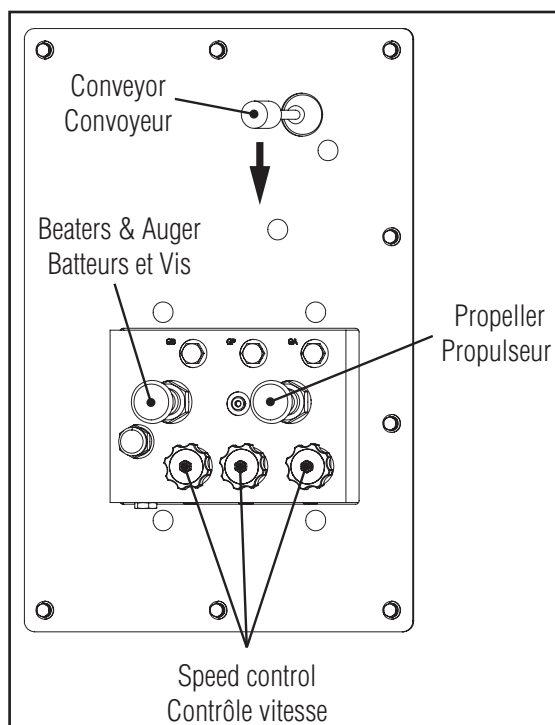

fig. 7 - Valve hydraulique
8. Appuyez sur le bouton Batteurs et vis. Appuyez ensuite sur le bouton du propulseur. Finalement, actionnez la commande du convoyeur lorsque vous êtes prêt à débiter le travail. (Voir figure 7)